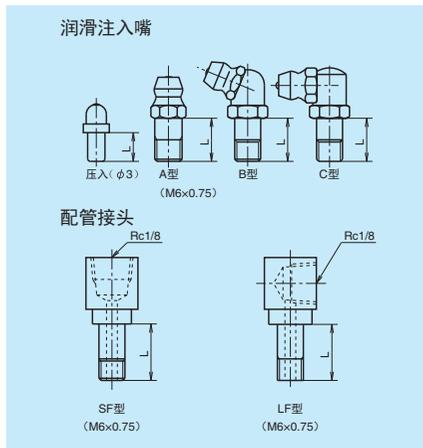

图 11 润滑脂注入嘴和专用配管接头
(1) 润滑用零件的种类
润滑脂注入嘴和专用配管接头如图 11、表 11 所示。根据双密封、护板，NSK K1 等及防尘零件，备有颈长 (L) 不同的润滑用零件。